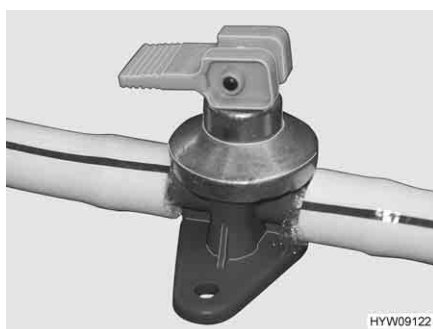
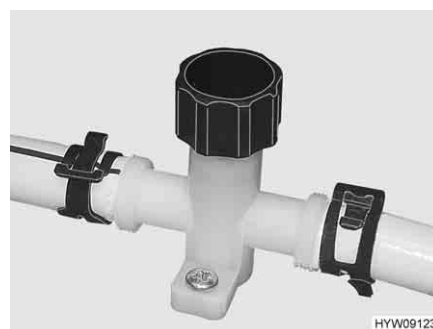

Fig. 74 Rubinetto di scarico con leva a bilanciere
Fig. 75 Rubinetto di scarico con manopola
- Aprire tutti rubinetti di scarico (Fig. 74 o Fig. 75).